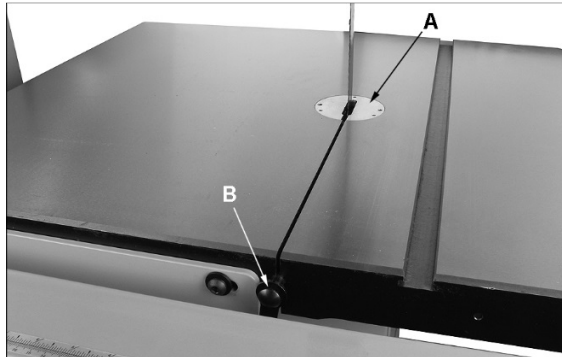

Рис. 22: извлечение полотна
См. Рис. 22 и 23.
2. Снимите вставку стола (Рис. 22, А).
3. Вытяните штифт стола (Рис. 22, В) к концу паза.
10. Вставьте обратно вставку стола (Рис. 22, А) и штифт (Рис. 22, В).